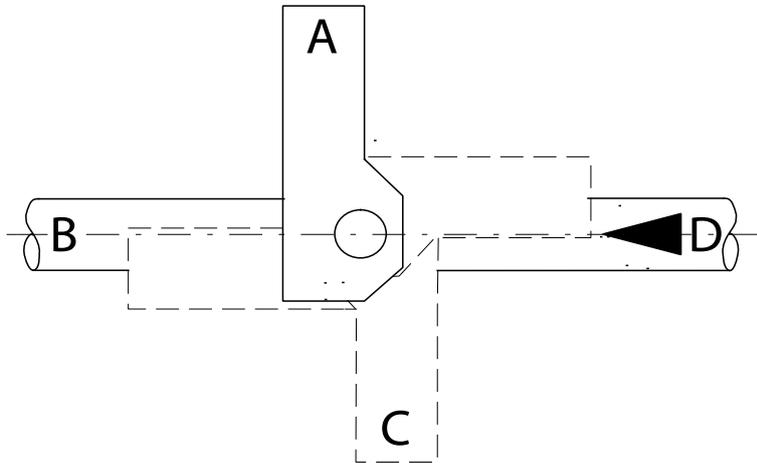

Fig.5-6 Positions de montage de l'actionneur
5. Positionner l'actionneur avec l'arcade dans la position souhaitée (position A, B, C ou D) (→ Fig.5-6) sur l'axe de la vanne est fixer l'ensemble à l'aide des boulons (→ Fig.5-5/6).